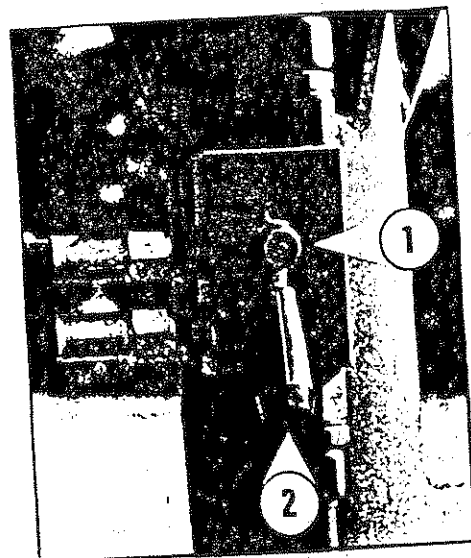

Fig. 1
- 1 - Dopo aver posizionato gli stabilizzatori portare le leve dei rubinetti (vedi fig. 1) in posizione 2 (chiuso) bloccando così il rientro degli stabilizzatori a causa di eventuali guasti all'impianto idraulico durante l'uso della gru.
Attenzione: È obbligatorio chiudere i rubinetti delle valvole (fig. 1) prima di azionare la gru.
- 1 - After operation of the outriggers (see fig. 1) position the tap levers on 2 (closed): this locks the outrigger and prevents the re-enter of the same in case of brake down of the circuit.
Warning: It is compulsory to close the valve taps (fig. 1) before using the crane.
- 1 - Après avoir placé les stabilisateurs, mettre les leviers des déviateurs (voir fig. 1) en position 2 (fermé), bloquant ainsi la rentrée des stabilisateurs en cas d'incidents du circuit hydraulique.
Attention: Il est obligatoire de fermer les robinets des valves (figure 1) avant de manoeuvrer la grue.
- 1 - Nach der Bedienung der Abstützungen (Fig. 1) stellen sie den Bedienungshebel auf 2 (geschlossen). Dies verschliesst die Abstützungen und ermöglicht das Einziehen im Falle eines Bruches im Kreislauf.
Achtung: Es ist wichtig die Hebeln zu schließen (Fig. 1) befor der Kran in Betrieb genommen wird.